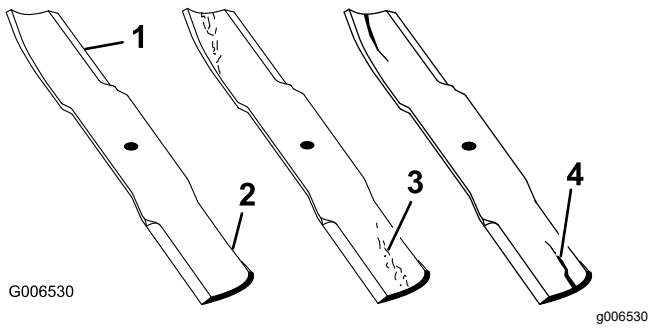

Figure 56
1. Examinez le tranchant des lames (Figure 56).
4. Remplacez immédiatement toute lame fendue, usée ou qui présente une entaille sur cette partie (Figure 56).